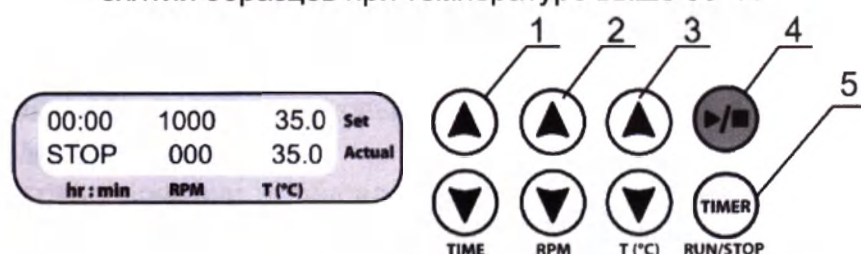

Рисунок 3. Панель управления
- 6.3.1. Одновременно нажмите кнопки ▶/■ RUN/STOP и TIMER RUN/STOP (рис. 3/4 и 3/5) чтобы посмотреть версию ПО прибора (PV-XX).
- 6.5.1. **Установка времени (TIME).** С помощью соответствующих кнопок ▼ и ▲ TIME (рис. 3/1), установите необходимый интервал времени в часах и минутах (шаг 1 мин.).
- 6.5.2. **Установка скорости (RPM).** С помощью соответствующих кнопок ▼ и ▲ RPM (рис. 3/2), установите необходимую скорость (шаг 10 об/мин).
- 6.5.3. **Установка температуры (T, °C).** С помощью соответствующих кнопок ▼ и ▲ T (°C) (рис. 3/3), установите необходимую температуру (шаг 0,1°C).
2. Нажмите кнопку ►/■ **RUN/STOP** (рис. 3/4). При этом начинается движение платформы и таймер начнет отсчет установленного интервала времени (с точностью до 1 мин.).
- 6.8. При необходимости, можно перезапустить таймер во время его работы. Для этого дважды нажмите кнопку **TIMER RUN/STOP** (рис. 3/5), первый раз для остановки таймера, второй — для повторного запуска.